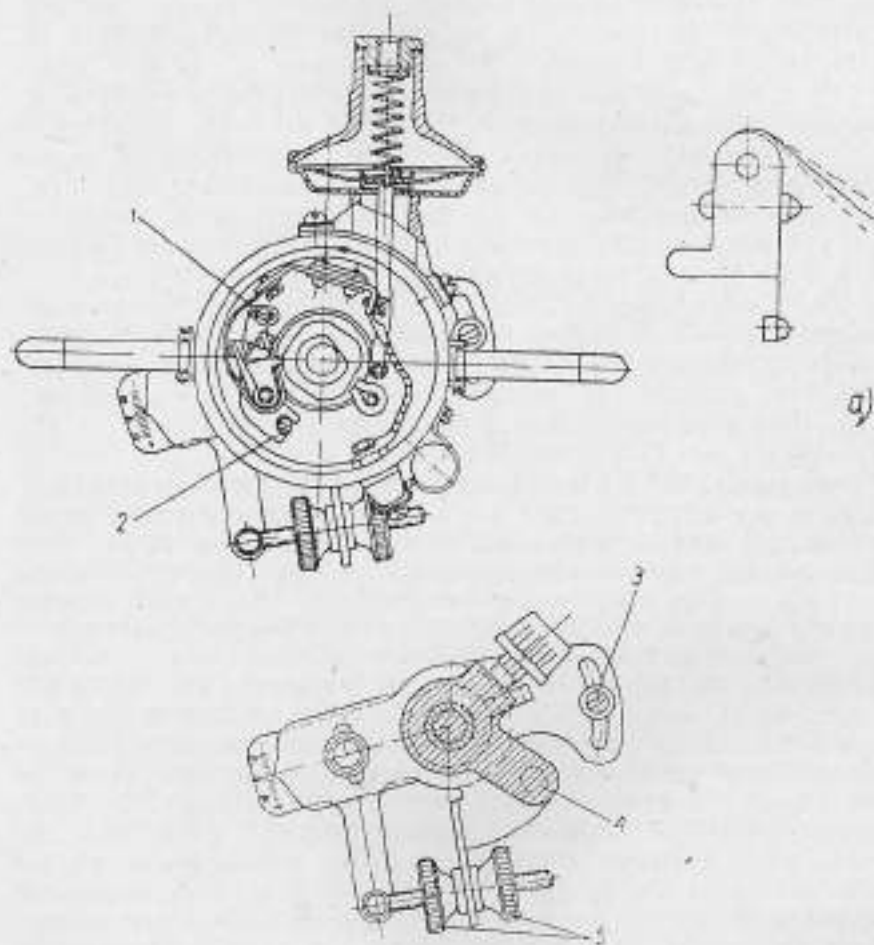

Abb. 17 Zündverteiler:
Zur Einstellung des Unterbrecherabstandes drehe man die Welle mit der Anwerfkurbel und bringe den Unterbrechernocken in eine Stellung, bei der die Unterbrecherkontakte maximal geöffnet sind. Nun ist die Schraube 1, (Abb. 17) die die Amboßkontakträgerplatte befestigt zu lösen und durch Drehen der Schraube 2 den erforderlichen Abstand mittels Fühllehre einzustellen. Nach Einstellung des richtigen Abstandes Schraube 1 wieder anziehen.
8. Mit den Einstellmutter 5 (Abb. 17) die Skala des Zündverstellers für Oktanzahlanpassung auf die Nullteilung einstellen.